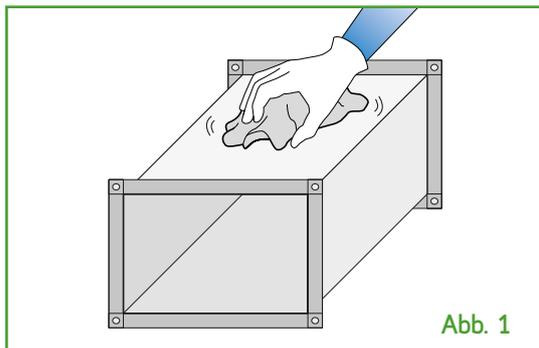
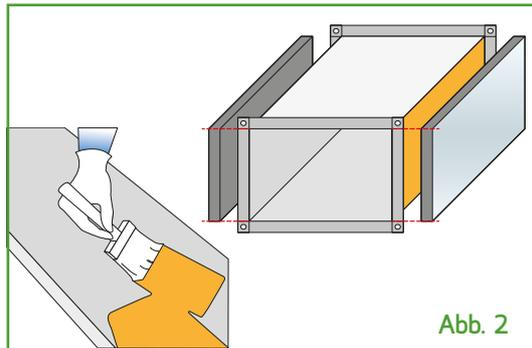

Abb. 1
Abb. 2
Die Abmessungen einer Seite des Kanalabschnitts messen (**Abb.1**) und das Isoliermaterial **TROCELLEN** entsprechend für die zwei gleichen Seiten zuschneiden. (**Abb. 2**).
Zum Messen und Zuschneiden des Materials wie beim Material mit Klebeschichtung vorgehen (siehe Paragraph 4.2). Alle Außenflächen des Kanals reinigen, indem man sie, wenn möglich, mit der Flamme absengt, um Spuren von Fett, Öl, Staub und anderen Schmutz zu entfernen (**Abb. 1**). Sich vor dem Anbringen des Materials vergewissern, dass sie trocken sind.
Den MATIBLOCK-Kleber mischen und eine dünne Schicht auf die Metallfläche und auf die beiden ersten Teile des Isoliermaterials auftragen (**Abb. 2**). Sobald der Kleber trocken ist (siehe korrekte Benutzung des MATIBLOCK-Klebers), das Isoliermaterial Trozellen ausrichten und für eine gute Haftfestigkeit fest und gleichmäßig andrücken. Auf die gleiche Weise an den anderen beiden Flächen vorgehen (**Abb. 3**), und den Kleber auch an den Rändern des bereits verlegten Materials verstreichen, diesen trocknen lassen, bevor die Platten zusammengefügt werden, indem sie fest in Position gedrückt werden.
- Den Außenumfang des Kanals mit einem Streifen Trozellen mit der festgelegten Stärke abmessen, indem er um diesen gewickelt wird, ohne ihn zu spannen, mit einem Filzstift die Stelle markieren, an der die beiden Ränder einander überlappen. **(Abb. 1)**
- Die beiden Maße auf das Isoliermaterial übertragen, die Entwicklung der Verkleidung nachzeichnen und das so festgestellte Teilstück zuschneiden. **(Abb. 2)**